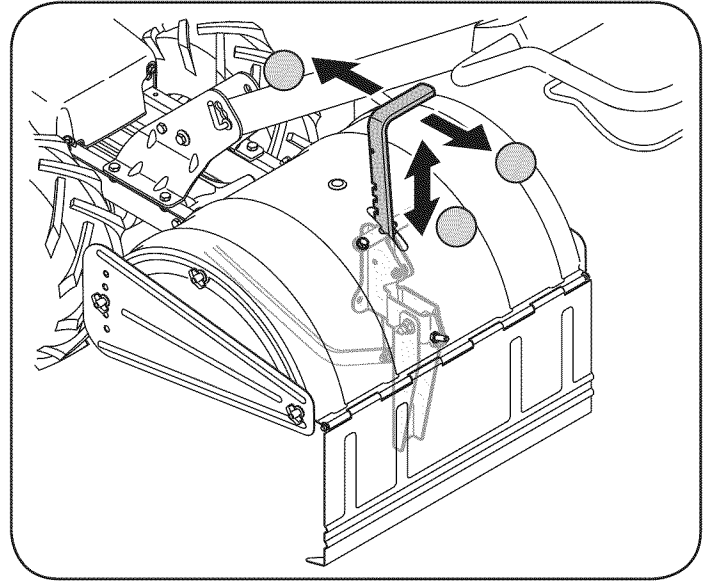

Figura 9
Para ajustar la estaca de profundidad, tire la ménsula de ajuste de profundidad hacia atrás (A) y empuje hacia arriba o hacia abajo (B) hasta que la ménsula alcance la posición deseada, luego suelte la ménsula (C). Vea la Figura 9.